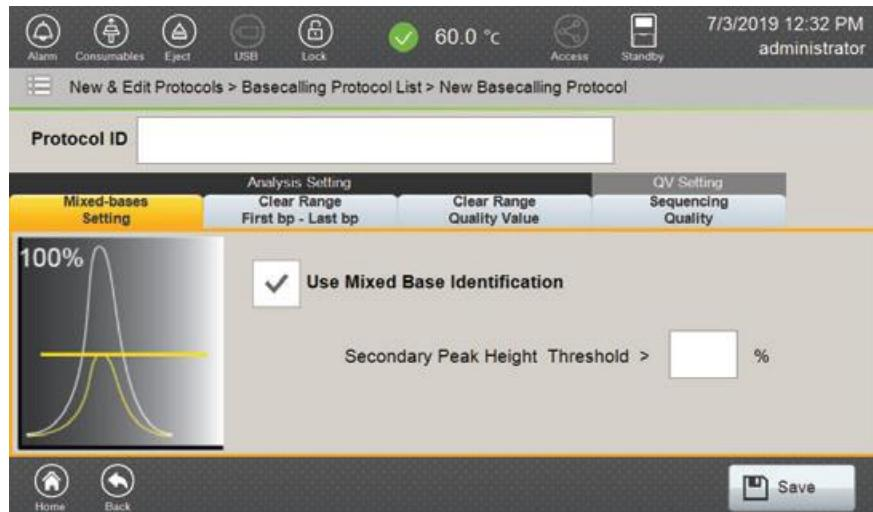

図 121 New Basecalling Protocol 画面
2. フッターの **Create** を選択し、New Basecalling Protocol 画面（図 121）を開いてください。New Basecalling Protocol 画面には 4 つのタブがあります。
| Mixed Bases Setting             | Use Mixed Base Identification Box にチェックを入れ、この機能（図 121）を有効にしてください。もし同じ場所にピークが 2 つあり、低い方の蛍光強度のピークが basecalling protocol で設定されている Secondary Peak Height Threshold（同じ場所の主なピークのパーセンテージとしての高さ）より高い場合、ソフトウェアがこのピークを mixed base として識別します。Secondary Peak Height Threshold の最小値と最大値は、それぞれ 1% と 99% です。   |
- Protocol ID を入力し、Mixed-Bases Setting タブの **Used Mixed Base Identification** ボックスにチェックを入れてください。必要に応じて Secondary Peak Height Threshold の値を入力してください。(図 121)